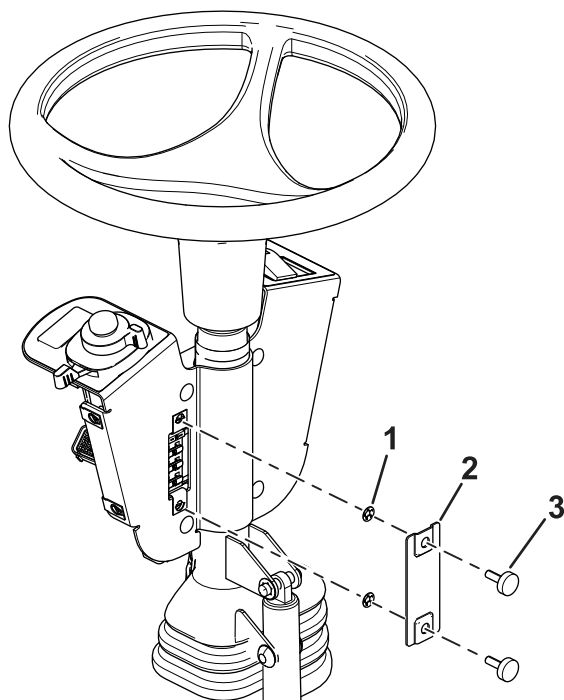

Figura 12
13. Instale la cubierta de los fusibles en el bastidor de interruptores con 2 tornillos moleteados y 2 tuercas rápidas (Figura 12).
Nota: Asegúrese de que las tuercas rápidas están instaladas dentro de la cubierta de los fusibles (Figura 12).